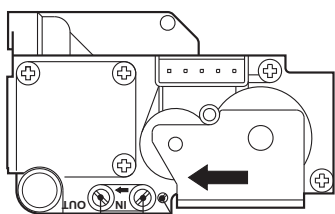

fig. 10 - Valvă de gaz
- Racordați un manometru adecvat la priza de presiune "B" fig. 10 poziționată în aval de valva de gaz
- Reglați presiunea minimă cu ajutorul șurubului "D" fig. 10, în sens orar pentru a o micșora, și în sens antiorar pentru a o mări.